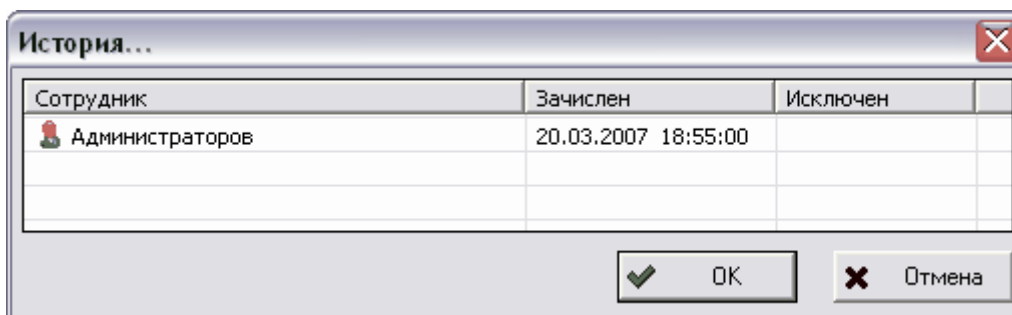

Рис. 41. История
- **История** – просмотр истории изменения группы (включение сотрудников в группу и исключение из нее) (Рис. 41).